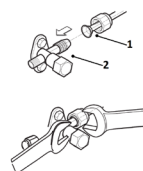

fig. 17
- Far combaciare le estremità del tubo cartellato (fig 17 part.1) precedentemente con quelle degli attacchi posti sulle unità interne o sui rubinetti delle unità esterne (fig 17 part.9).